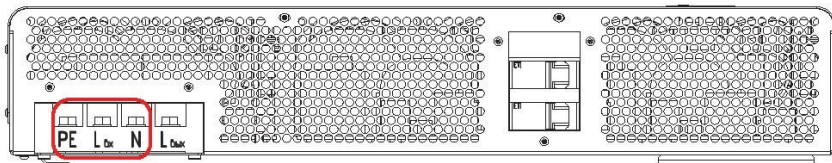

Рисунок 33. Стабилизатор ШТИЛЬ IS12000. Выводы «PE-Lvx-N»
- у моделей IS12000, IS15000 и IS20000 с помощью выводов «PE-Lvх-N» (**рисунок 33 и 34**).